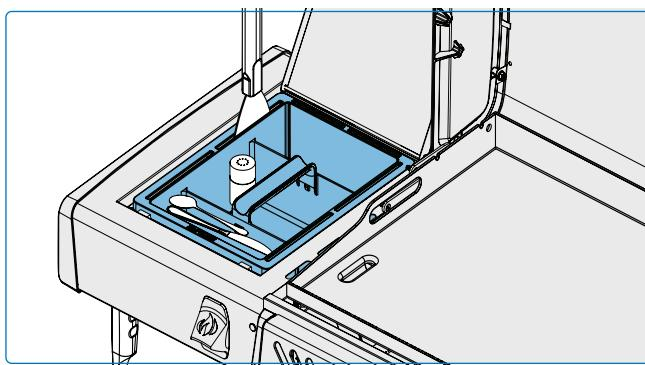

Fig. 8
Il portacondimenti integrato nel ripiano laterale consente di tenere a portata di mano salse, condimenti e utensili da cucina durante la cottura alla griglia. (Fig. 8).
- Impostate i vari bruciatori su livelli di calore diversi per creare zone di temperatura specifiche. Monitorare la temperatura della superficie della piastra con un termometro a infrarossi per assicurarsi che ogni zona sia al livello di calore desiderato. Utilizzare il calore diretto (posizionato direttamente sopra i bruciatori accesi) per i cibi che beneficiano di una cottura rapida, mentre il calore indiretto (posizionato lateralmente) può essere utilizzato per una cottura più lenta o per mantenere i cibi caldi. (Fig. 8)